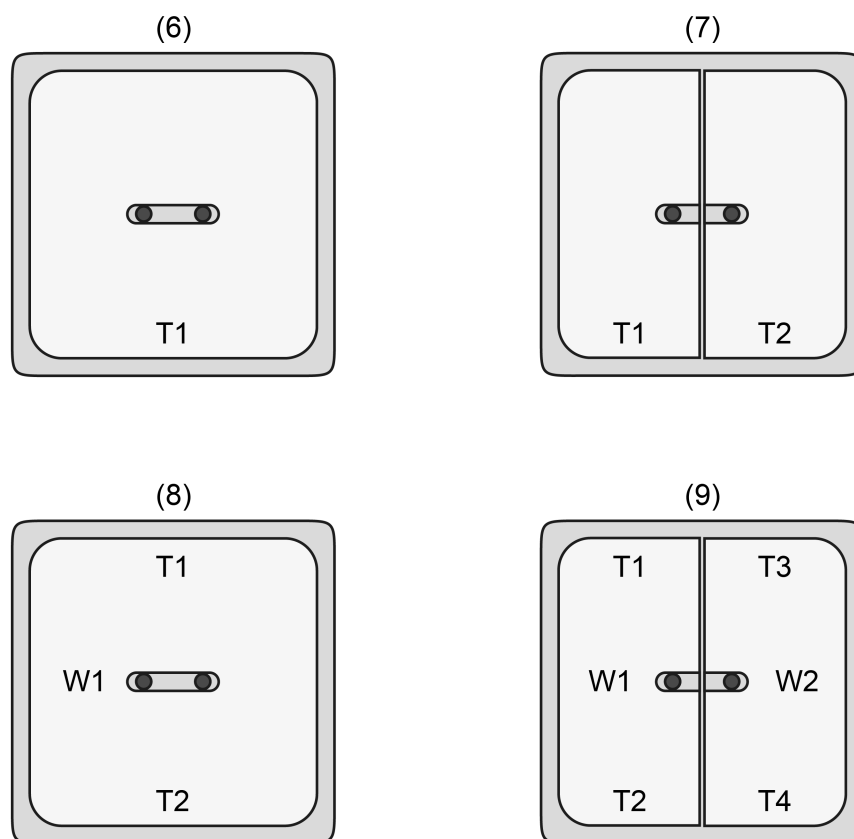

Bild 4: Position der Wippen, Tasten und Status-LED bei den Gerätevarianten
Beim Taster-Busankoppler werden je nach Geräteausführung - 1fach oder 2fach - Schalter-Wippen oder Serienschalter-Wippen verwendet (Bild 4). Bei der Geräteausführung "Mittenstellung" ((8) + (9)) kann eine Bedienung der Wippe beidseitig (oben oder unten) erfolgen. In der ETS kann das Bedienkonzept dann auf Wippenfunktion (gleiche KNX Funktion auf beiden Bedienungselementen) oder alternativ auf Tastenfunktion (gleiche oder unterschiedliche KNX Funktionen auf den Bedienungselementen) konfiguriert werden. Die Wippen stehen bei der Ausführung "Mittenstellung" gerade, wenn sie nicht betätigt werden. Bei der Ausführung "Tasterstellung" ((6) + (7)) kann die Wippe nur einseitig (z. B. unten) bedient werden, so dass nur Tastenfunktionen ausführbar sind. Die Wippe steht in diesem Fall schräg, sofern sie nicht betätigt ist.